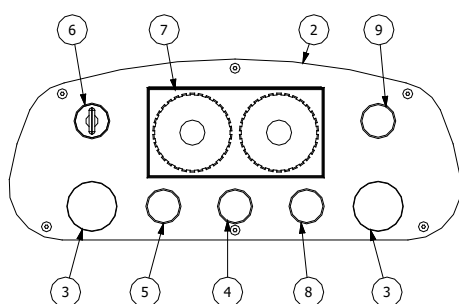

Fig.5: Panneau de commande BRESIL
La machine est arrêtée en appuyant sur le bouton Stop, pos.6 Fig.5. Si la machine est arrêtée en appuyant sur le bouton d'arrêt / urgence Pos.3, ainsi avec les sécurités, les minuteurs sont remis à zéro.
Dans ces deux cas, l'arrêt intervient, en ce qui arrête la rotation de l'outil et de la cuve, en moins de 3 secondes, en effet il y a le frein moteur. Alors la reprise du travail se fait en appuyant d'abord sur le bouton de réinitialisation Pos.9 fig. 5, puis sur la marche. Alors à la reprise, les minuteries seront réinitialisées.
La reprise du travail, dans ce cas, passe par le réarmement du bouton-poussoir Stop / d'urgence Pos.3 champignon fig.5, puis en appuyant d'abord sur le bouton de réinitialisation Pos.9 fig. 5 et en appuyant sur Démarrer, Pos. 7 Figure 5. Alors à la reprise, les minuteries seront réinitialisées.
Il convient de noter que si, avant l'ouverture de la grille de la cuve Pos.4 Fig.3, il est appuyé sur Stop, Pos. 8 Fig.5, la reprise du travail ne nécessite pas d'appuyer sur le bouton de réinitialisation Point 9 Fig.5, ni de réinitialiser le temps des minuteries. Il est suffi d'abaisser à nouveau la grille de la cuve et d'appuyer sur Démarrer.
- Bouton de Pos. 8 fig.5, il a pour objectif de stopper les parties tournantes de la machine, en particulier la cuve et la spirale. Cette fonction applique d'abord une impulsion de courant pour bloquer la rotation du moteur, puis arrête l'alimentation. Cette fonction est vérifiée si la machine se comporte comme décrit. Sinon, le bouton est cassé ou le contacteur qui permet le blocage du moteur dit le « frein moteur » n'est pas présent.